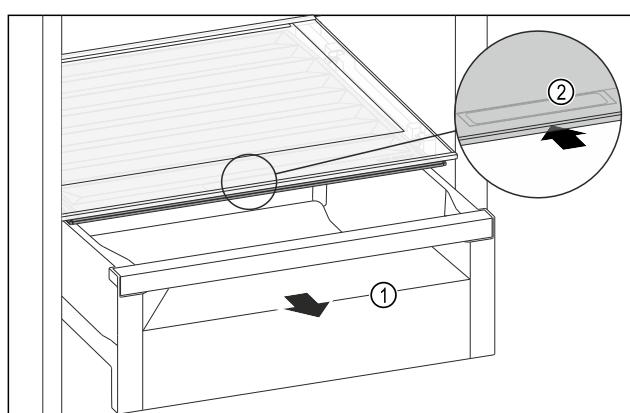

Fig. 117
- Извлеките выдвижной ящик Fig. 117 (1).
- Возьмитесь за утопленную ручку Fig. 117 (2) на крышке отделения и одновременно введите крышку отделения назад.